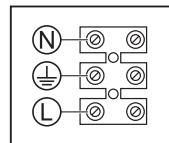

Рис. 1
- Подключите трехжильный кабель к клеммной колодке, в соответствии с указанной маркировкой клеммы L, \perp , N (Рис. 1).